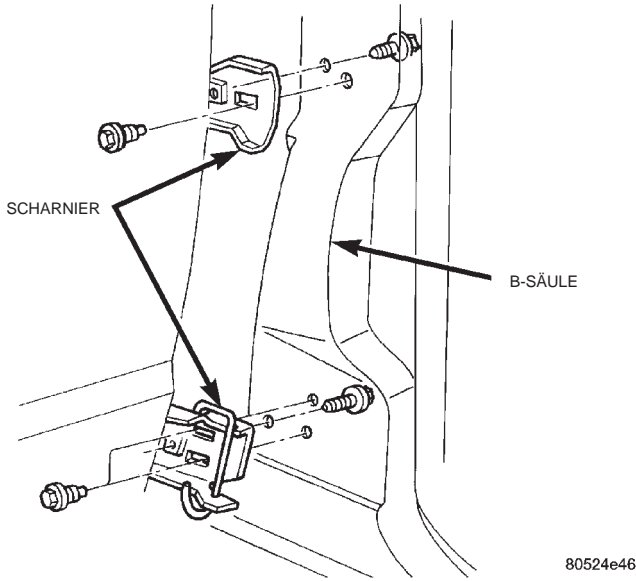

Abb. 30 Scharnier der Hintertür
- (1) Tür öffnen und abstützen.
- (2) Befestigungsschrauben lösen, mit denen das Scharnier an der C-Säule befestigt ist (Abb. 30).
- (3) Tür vom Fahrzeug abnehmen.